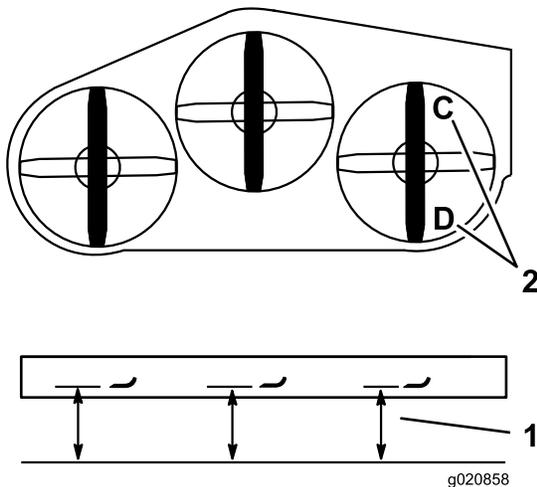

図 84
1. 右側のブレードを前後方向に向ける（図 84）。
2. C位置で、平らな床面から右側ブレードの刃先までの高さを測り、測定値を記録する（図 84）。
3. D位置で、平らな床面から右側ブレードの刃先までの高さを測り、測定値を記録する（図 84）。
4. C位置での刈り込みブレードの高さが、D位置での高さよりも 6-10 mm低ければ適正である（図 84）。高さの差がこの範囲内でない場合には以下の手順で調整する。